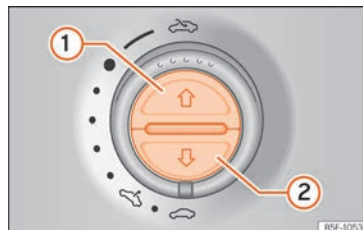

Abb. 149 In der Dachinnenverkleidung: Tasten des Sonnenschutzrollos.
Vollständig öffnen (automatische Funktion)	Taste »» Abb. 149 ① kurz drücken.
- Der Schalter muss auf der Position „geschlossen“ »» Seite 20 (1) stehen.
- *Sonnenschutzrollo:* Innerhalb von etwa 5 Sekunden nach dem Auslösen der Kraftbegrenzung die Taste »» Abb. 149 (2) so lange drücken, bis das Sonnenschutzrollo vollständig geschlossen ist.